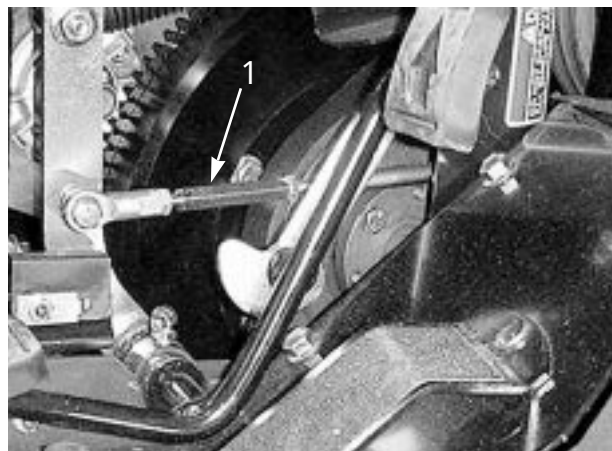

図 60
2. 走行ロッド・パレル (図 60) 両端のジャムナットをゆるめる。